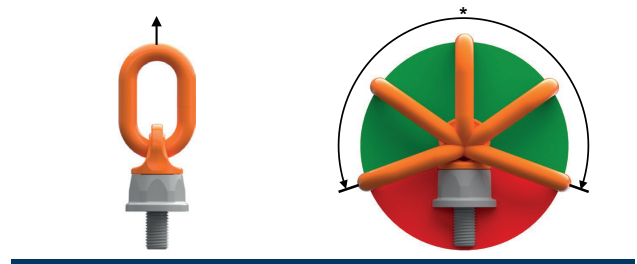
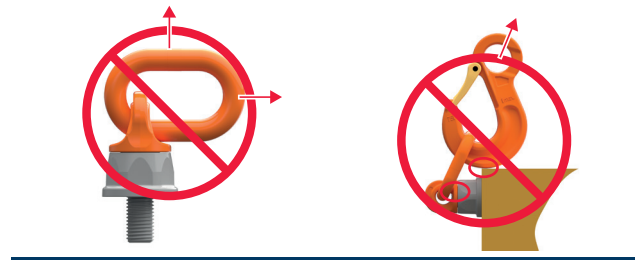

Bild 1: erlaubte Belastungsrichtungen die bei bestimmungsgemäßem Gebrauch auftreten können. * Ring darf sich nicht am Ringhalter abstützen.
Bild 2: Nicht erlaubte Anwendung.
Belastung: Die Belastung darf nur in der vorgegebenen Richtung (Bild 1) mit der maximalen Tragfähigkeit lt. Tabelle 1 und unter Berücksichtigung der hier angegebenen Einsatzbedingungen erfolgen.
Die Anschlagpunkte sind zwar kugelgelagert, aber um ein Verklemmen des Ringes zu vermeiden sollten Sie den Ring vor der Belastung in die erlaubte, erforderliche Zugrichtung ausrichten (Bild 1). Dies gilt insbesondere beim Heben der Last mit Mehrstranggehängen. Bei nicht ausgerichtetem Ring (unerlaubte Belastung nach Bild 2) könnte sich der Ringhalter unter Last schlagartig ausdrehen, und es kommt zu erheblicher Gefahr für Last und Personen.
- Zugrichtung nicht im vorgegebenen Bereich lt. Bild 1 liegt.